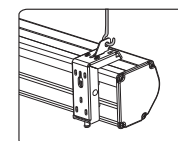

Figure 17
4. Placez les crochets à travers les anneaux pour suspendre l'écran de projection comme indiqué. Voir la figure 17.